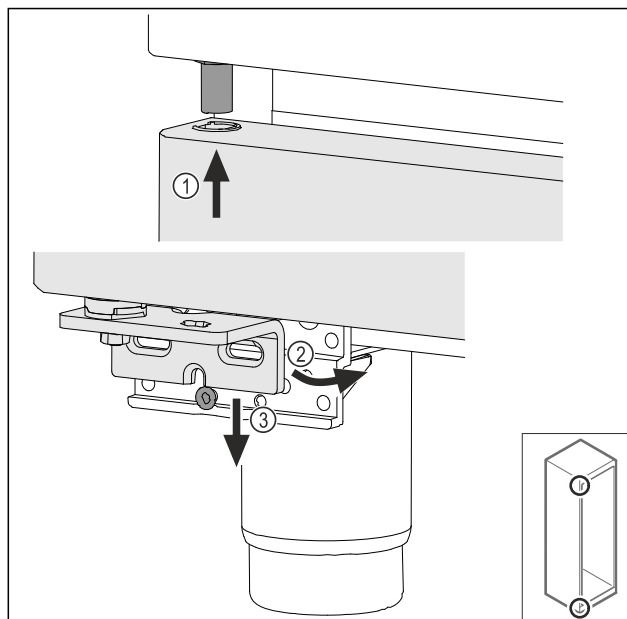

Fig. 42
- ▶ Установите дверь под небольшим уклоном сверху Fig. 42 (1), выровняйте ее прямо Fig. 42 (2) и смонтируйте снизу на винт опорного кронштейна Fig. 42 (3).